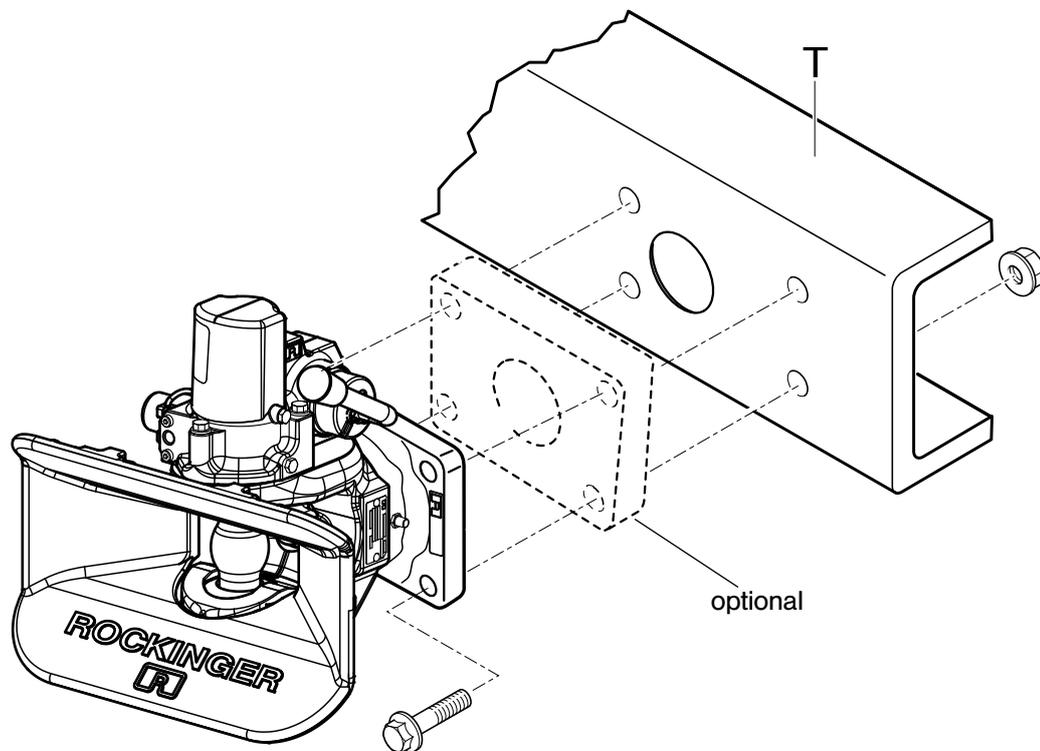

Abb. 1
- Zwischenplatte verwenden (s. Abb. 1, Bestell-Nr. 71053)
ACHTUNG: Schraubenköpfe müssen zur Kupplungskopfseite (Schlussquerträgeraußenseite) zeigen, um die Beweglichkeit der Kupplung nicht zu beeinträchtigen. Schraubenkopf- und Mutternaufgabe müssen eben, sauber und schmutzfrei sein (s. Abb. 1). Anziehdrehmoment der Schrauben am Befestigungslager